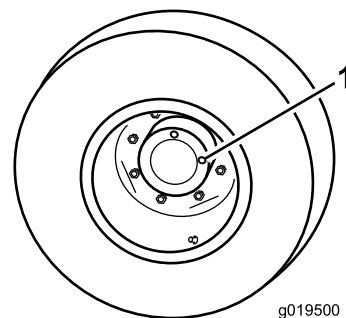

Figure 65
1. Amenez la machine sur une surface plane et horizontale, tournez la roue de sorte à placer un bouchon de contrôle à la position 12 heures et l'autre à la position 3 heures (Figure 65).
1. Bouchon de contrôle/vidange (2)
2. Retirez le bouchon qui est à la position 3 heures (Figure 65).